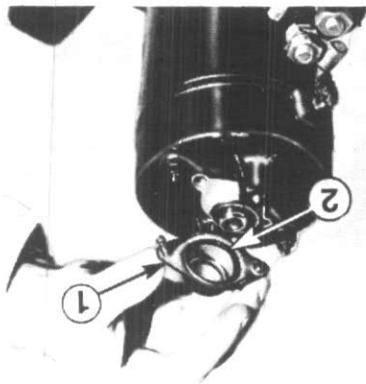

Figure 30
Enlevez le chapeau (1) et le joint (2) fig. 30.